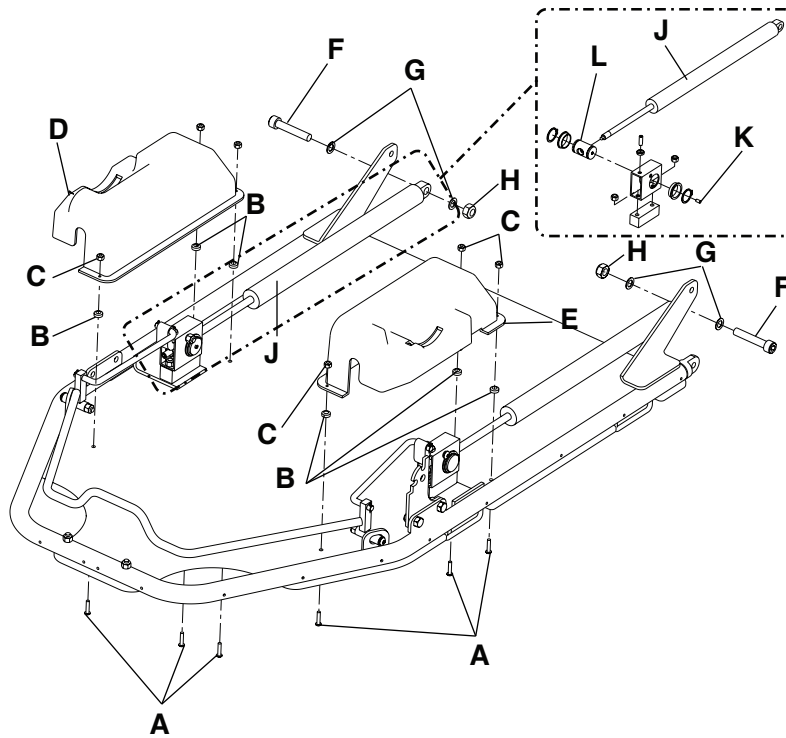

Figure 11 – Réglage du dossier du relève-buste pneumatique
5. À l'aide d'une clé à six pans de 3/32 po et d'une clé mixte de 3/8 po, retirer les vis d'assemblage à tête ronde (A), les écrous hexagonaux en Fiberlock (C) et les entretoises (B) qui fixent les couvercles du dossier du relève-buste (D et E) situés sous le revêtement du dossier du relève-buste. Retirer les couvercles du dossier du relève-buste (D et E) (Figure 11).